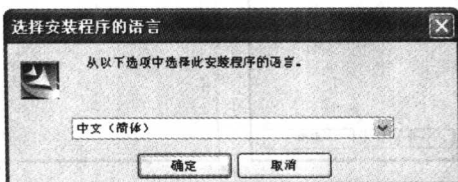

图 1-2 安装程序的语言选择界面
(4) 首先安装 NX 服务程序, 在对话框中选择 Install License Server, 出现如图 1-2 所示安装程序的语言选择界面。